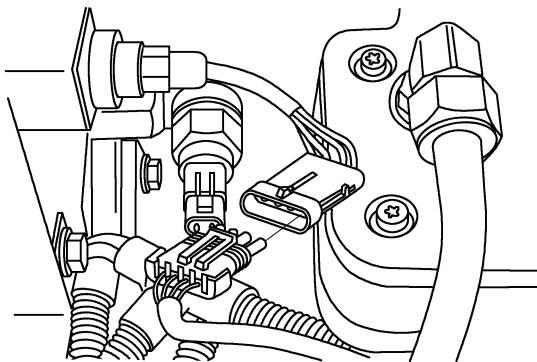

图 5-178 使用新 O 形圈，安装传感器
(3) 安装 安装时要使用新的 O 形圈, 将传感器安装到固定孔中并拧紧, 将传感器连接到发动机线束上, 锁紧插头, 如图 5-178 所示。